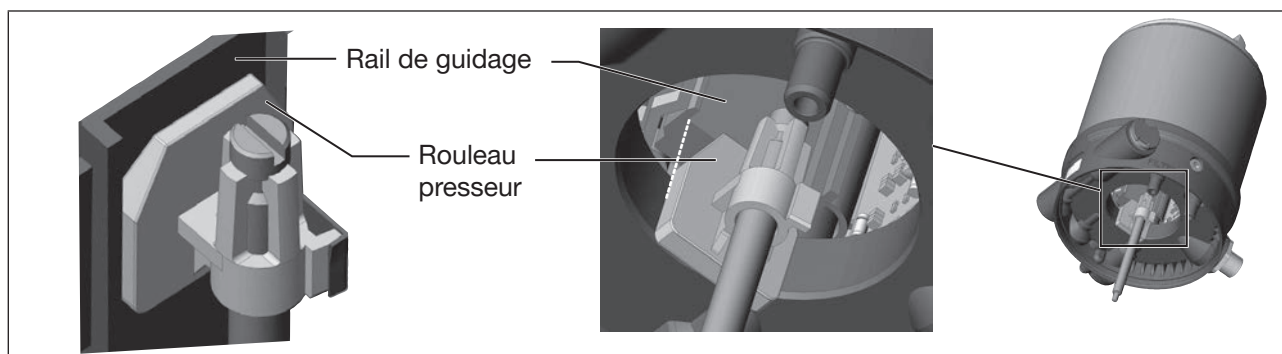

Figure 21 : Disposition du rouleau presseur
1. qu'il entre dans le rail de guidage du positionneur (voir « Figure 21 ») et